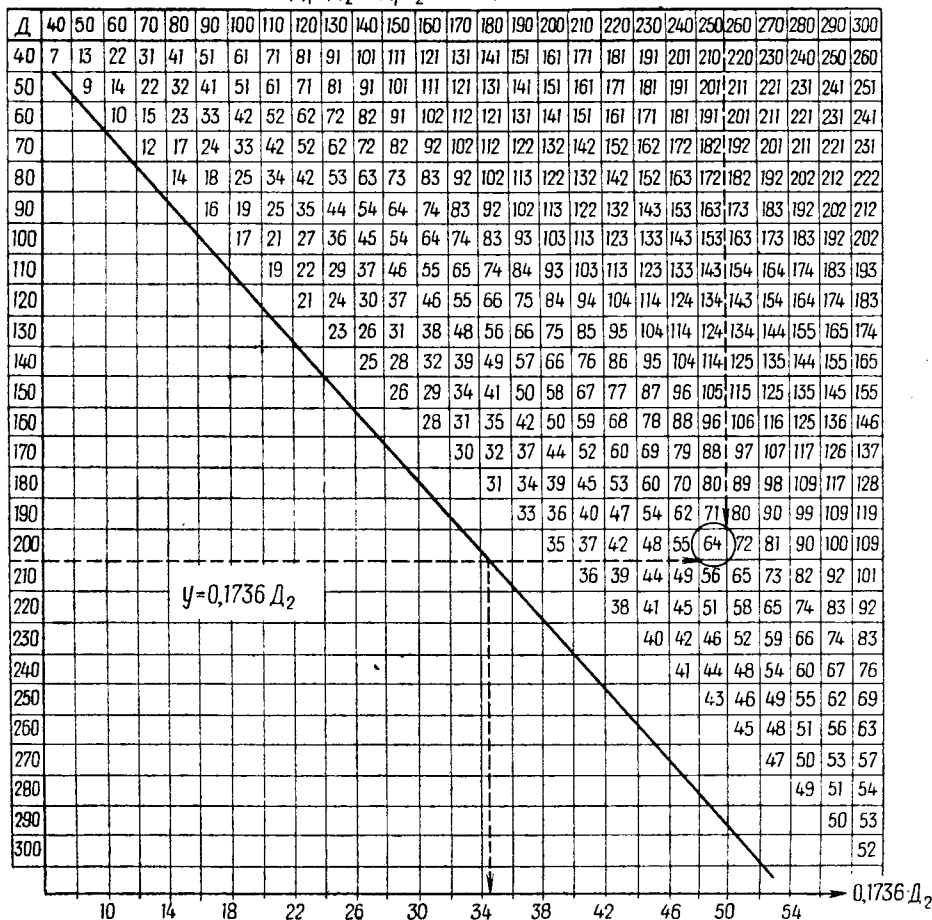
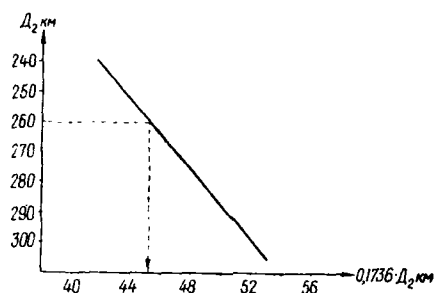

Рис. 3. Таблица определения значения величины базы S км.
Рис. 6. График определения φ .
Значение величины базы S км можно определять аналитически по формуле (1). Однако удобнее и проще это делать с помощью предлагаемой таблицы (рис. 3).
Для упрощения расчетов угла φ мы пользуемся графиком (рис. 6) и линейкой
Когда стрелка ППДА покажет значение A°_2 , выключают секундомер, записывают значение D_2 и t полета. По D_1 и D_2 выбирают в таблице (рис. 3) значение S км, а по графику (рис. 6) находят значение $0,1736 \cdot D_2$.